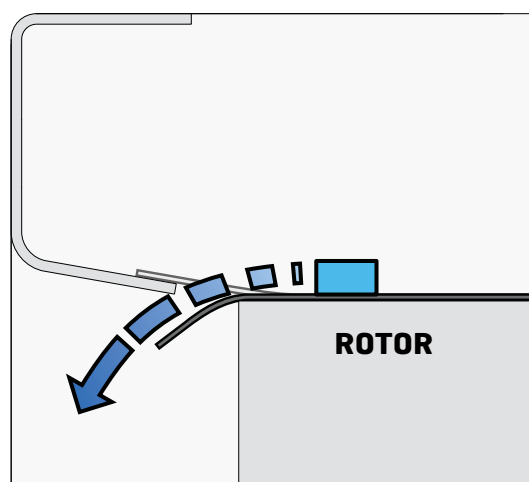

Fig. 4
6. Rotoren er kledd med en duk som tetter mellom rotor og rotorhus. Dytt denne under kanten og inn mot rotorsenteret, og skyv rotorreima gjennom denne spalten (se Fig. 4).
6. Rotorn är klädd med en duk som tätar mellan rotor och rotorhus. För in den under kanten och in mot rotorns mitt och skjut rotorremmen genom spalten (se Fig. 4).
6. The rotor itself has a soft cover that prevents air leakage. Push the cover under the rim and towards the centre of the rotor, before pushing the belt through the resulting gap (see Fig. 4).